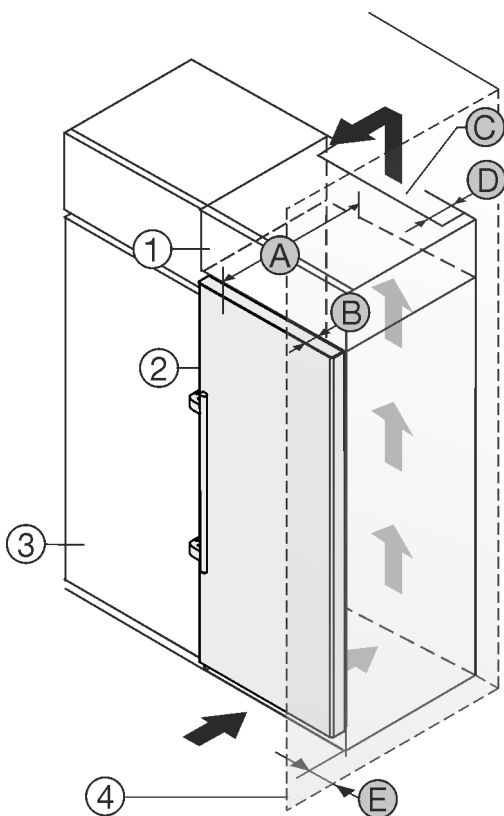

Fig. 2
- (1) Rehausse*
- (2) Appareil*
- (3) Placard de cuisine*
- (4) Mur*
- (A) Profondeur de l'appareil*
- (B) Profondeur de porte*
- (C) Section de ventilation*
- (D) Distance du dos de l'appareil*
- (E) Distance par rapport au côté de l'appareil*
Vous pouvez placer le réfrigérateur directement à côté de l'armoire de cuisine Fig. 2 (3).*
Une sortie d'air avec la profondeur Fig. 2 (D) doit être présente au dos de la rehausse sur toute sa largeur.*
La section de ventilation Fig. 2 (C) sous plafond doit être respectée.*
Si le réfrigérateur est installé avec les charnières près d'une paroi Fig. 2 (4), la distance entre le réfrigérateur et la paroi doit être d'au moins 57 mm. Cela correspond au dépassement de la poignée lorsque la porte est ouverte.*
Pour pouvoir ouvrir complètement les portes, le réfrigérateur doit dépasser de la profondeur de la porte Fig. 2 (B) par rapport à la façade du placard. L'appareil peut déborder encore plus en fonction de la profondeur des placards Fig. 2 (3) et de l'utilisation de cales d'épaisseur.*